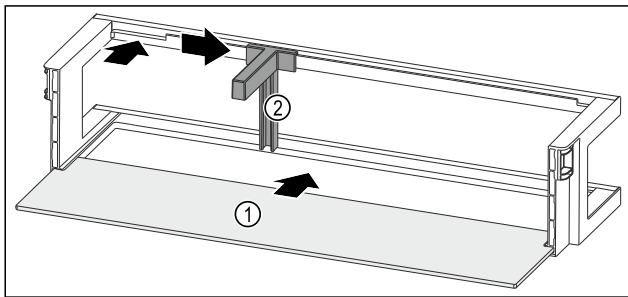

Fig. 96 Дверная полка со съемной полкой
- ▶ Вдвиньте съемную полку Fig. 96 (1) в боковые пазы.
- ▶ Установите держатель для бутылок Fig. 96 (2) в выемку.
- ▶ Сместите держатель для бутылок Fig. 96 (2) в нужное положение в сторону.